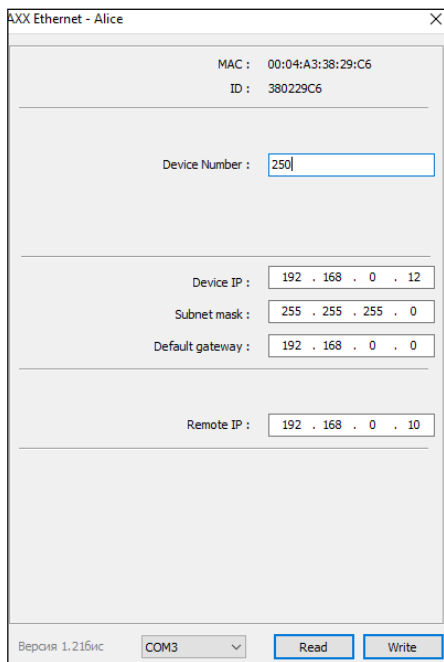

Рис.7 Скриншот окна «Главного меню» при конфигурировании модуля для работы в составе СПИ «АСОС Алеся»
6.3 Программирование модуля для варианта работы по пункту 5.3 необходимо (см. рисунок 7):
2) запустить ПО на ПЭВМ, дважды кликнув на значок исполняемого файла «IEP_alice.exe». При запуске программы развернется окно «Главного меню» (см. рисунок 7);